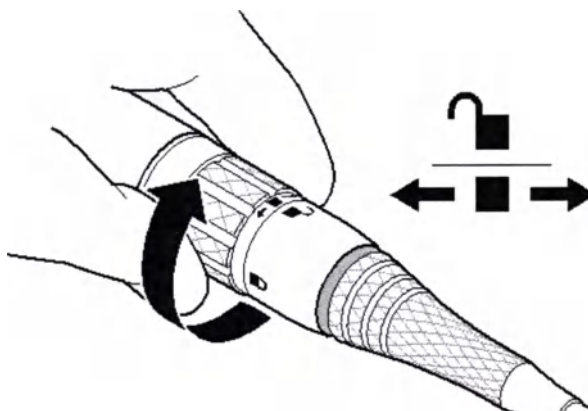

Рисунок 3 – Поверните стопорное кольцо в положение разблокировки
3. Перед установкой режущей принадлежности поверните стопорное кольцо в положение разблокировки (Рисунок 3).